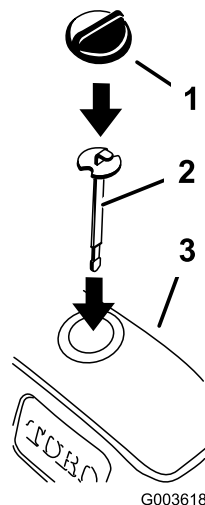

図 7
2. ディップスティックをタンクに差し込んで引き抜き、油圧オイルの量を確認する（図 7）。